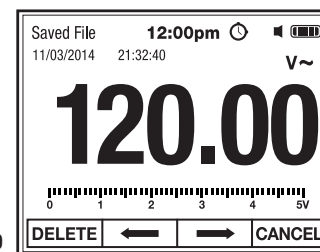

Fig. 19
4. Utilice los botones F2 $\leftarrow$ y F3 $\rightarrow$ (Fig. 19) para seleccionar otros archivos guardados como se muestra en el paso 2.
5. Pulse el botón de función F1 **DELETE** para borrar un Archivo Guardado (Fig. 19).
6. Pulse el botón de función F4 **CANCEL** para volver a Mediciones sin borrar (Fig. 19).